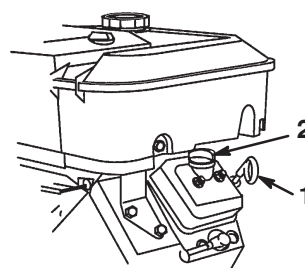

Bild 10
- Nehmen Sie den Peilstab heraus und wischen Sie ihn mit einem sauberen Lappen ab (Bild 10). Stecken Sie den Peilstab in das Rohr und stellen Sie sicher, dass er vollständig eingeführt ist. Nehmen Sie den Peilstab heraus und kontrollieren Sie den Ölstand.
- Entfernen Sie bei niedrigem Ölstand den Fülldeckel von der Ventilabdeckung (Bild 10) und gießen so viel Öl ein, dass der Ölstand die „Voll“-Marke am Peilstab erreicht; siehe „Motoröl“ auf Seite 28 für die korrekte Ölsorte und -viskosität. Gießen Sie Öl langsam ein und kontrollieren Sie den Ölstand häufiger während des Füllens. **Füllen Sie nicht zu viel ein.**